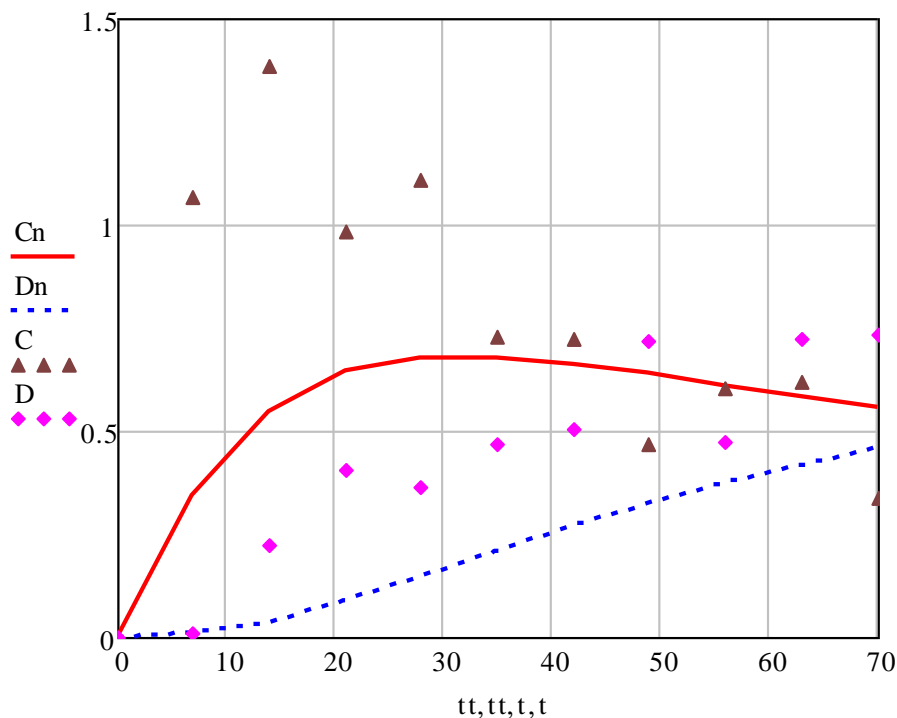

Рис. 14.8. Экспериментальные и расчетные данные
7. Построить диаграмму и отформатировать ее согласно рис. 14.8.